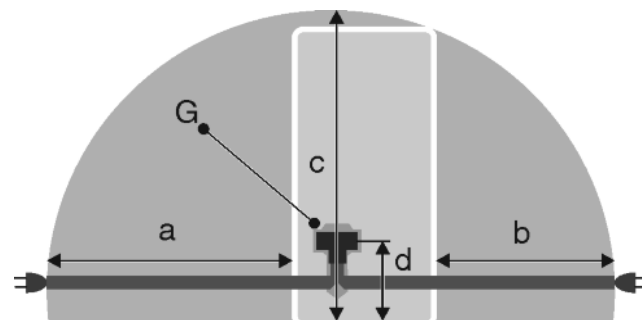

Fig. 29
- Steckdose liegt außerhalb des Geräterückseitenbereichs im gegebenen Bereich *Fig. 29 (a, b, c)*.
- ▶ Gerätestecker *Fig. 29 (G)* auf der Rückseite des Gerätes einstecken. Auf richtiges Einrasten achten.